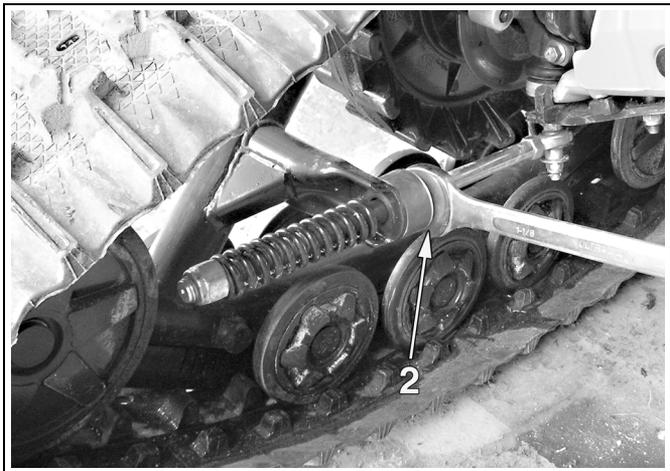

Figure 5
- Régler l'écrou (2) présenté à la Figure 5 jusqu'à ce que la barre plate se trouve à 254 ± 6 mm ($10 \pm 1/4$ po) au dessus du sol.